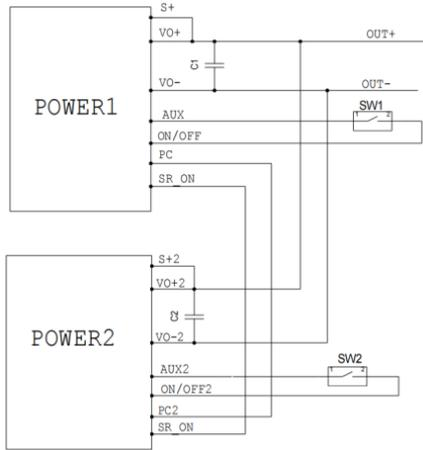

图 9 电源并联使用连接方式
| | S8 | PC | 模块均流信号 | 各模块的 PC 端子连接在一起可实现均流，布线时 PC 信号线要求远离干扰源。接线方法见图 9。 无需此功能时，该引脚可悬空。 |
| | S7 | SR ON | 同步起机信号 | 用于多模块并机下的同步起机信号，使用时各模块 SR ON 信号直接短接在一起。接线方法见图 9。 无需此功能时，该引脚可悬空。 |
模块具有并联应用功能，将各电源模块的PC端子连接（走线尽量短），可实现模块间的输出电流均流；将各电源模块的SR ON端子连接，可实现模块间的同步起机功能。接线如下图9所示。
- 8) 多模块并联使用时，将各模块的 PC 信号端子尽量短的连接，需要注意走线远离干扰源，接线方法如图 9 所示。